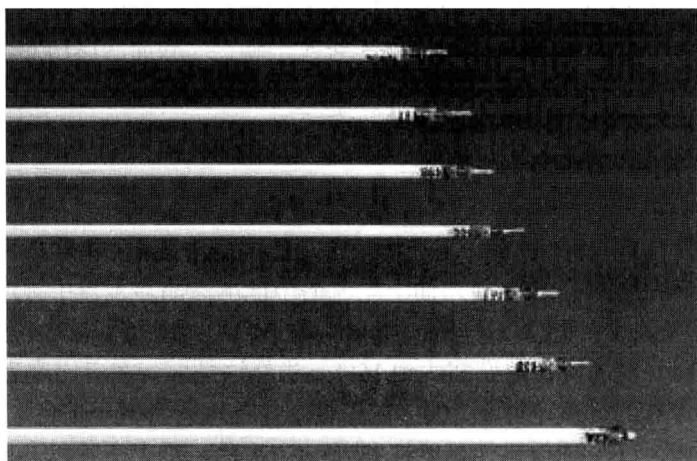

图 1-5 CCFL 冷阴极荧光灯
CCFL 是填充了惰性气体的密封玻璃管，如图 1-5 所示。当在管子上加高压时，气体电离产生紫外 (UV) 光。UV 光激励内部磷光粉涂层，产生可见光。